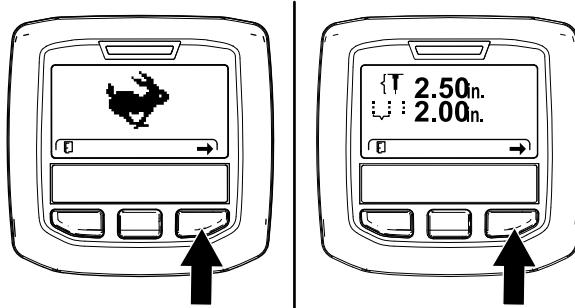
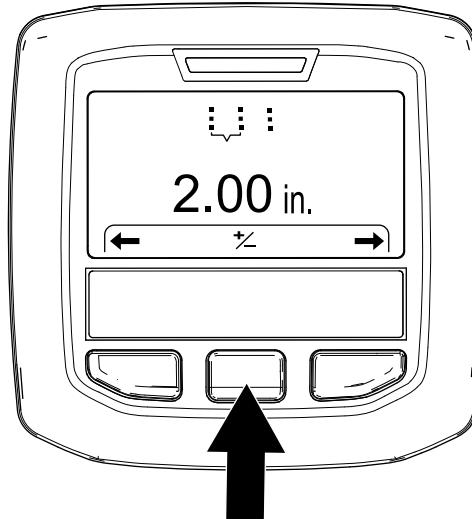

Figura 54
Figura 55
- Premete il tasto destro dell'InfoCenter fino a quando non viene visualizzata la schermata Impostazione della distanza tra i fori (Figura 54 e Figura 55).